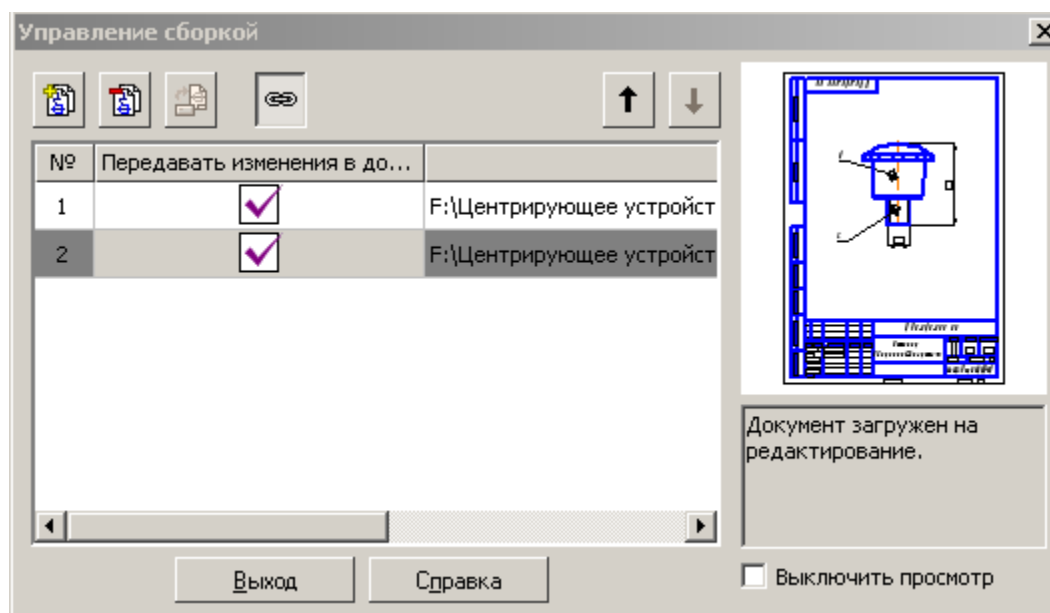

Рис. 79
- в окне **Управление сборкой** активируйте команду **Подключить документ** (рис.79);
- в окне выбора файла выберите файл сборочного чертежа и в окне **Управление сборкой** включите режим **Передавать изменения в документ** (рис. 79);